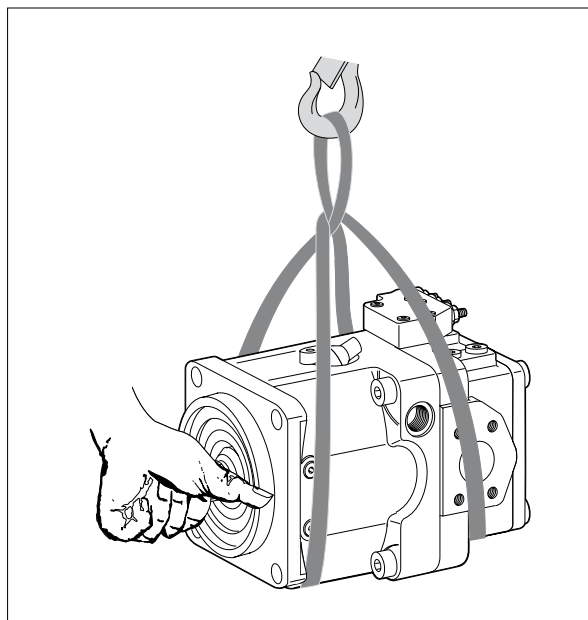

Abb. 6: Transport mit Hebeband
- ▶ Legen Sie das Hebeband so um die Axialkolbeneinheit, dass es weder über Anbauteile (z. B. Ventile) verläuft, noch dass die Axialkolbeneinheit an Anbauteilen aufgehängt wird (siehe Abb. 6).